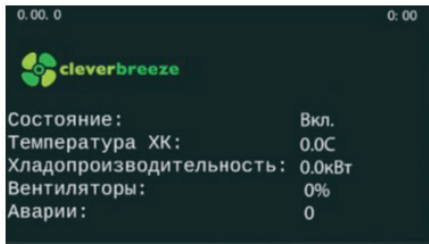

Рисунок 21 – Основной экран
6.3 Основной экран (рисунок 21)